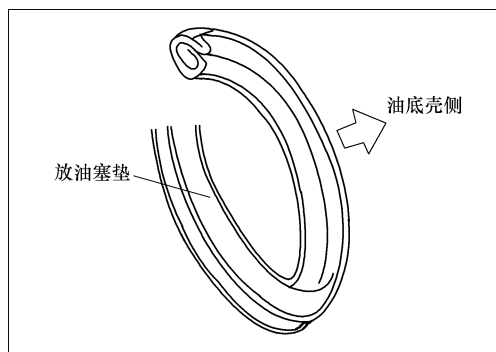
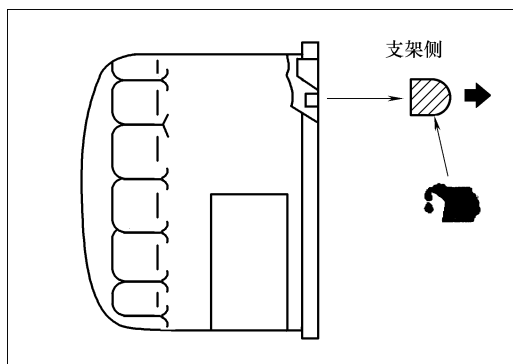

图 2-108 放油塞垫安装方向
图 2-109 在机油滤清器的 O 形圈上涂抹发动机机油
13) 放油塞垫的安装。将放油塞垫按图 2-108 所示方向安装。
① 清洁机油滤清器支架的安装面。
② 如图 2-109 所示, 在机油滤清器的 O 形圈上涂抹发动机机油。
③ 将机油滤清器旋入, 在 O 形圈与安装面接触后再旋转 3/4 圈。(拧紧力矩: $13.7\text{N} \cdot \text{m}$)